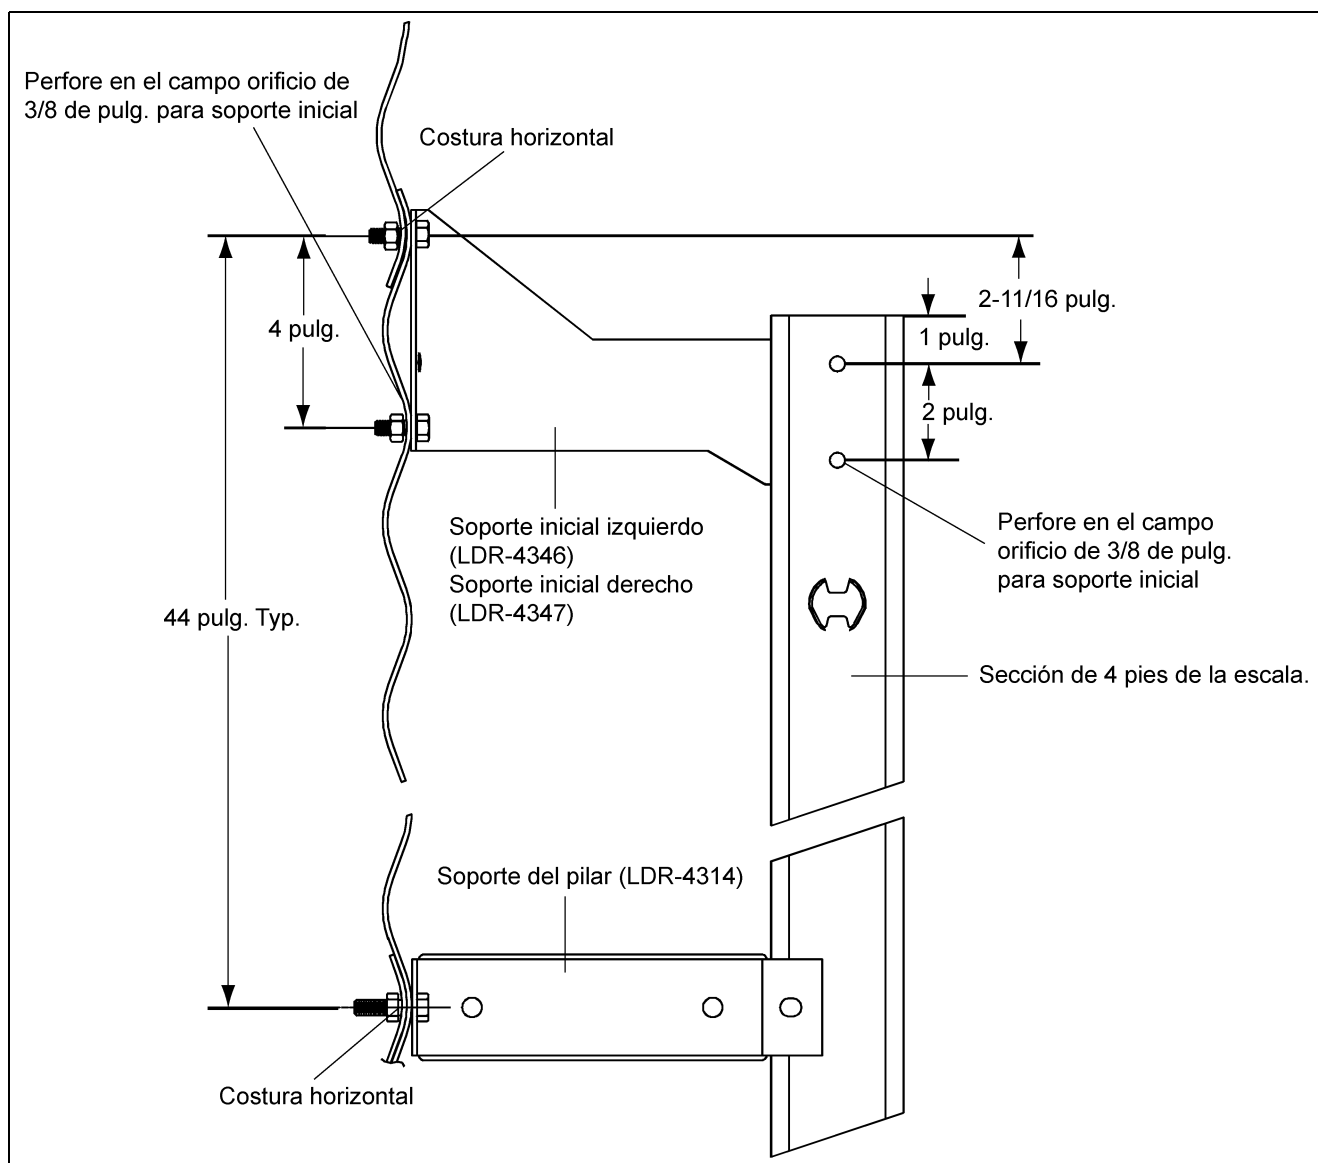

Figura 8T
Una vez que los dos (2) orificios de 3/8 pulg. se hayan perforado en el campo, una los soportes iniciales a la pared lateral como se muestra en la Figura 8T. Verifique la sección superior de la escala para cerciorarse de que los hoyuelos del peldaño de la escala estén al tope de la superficie y conéctelos a los soportes iniciales usando los orificios ubicados a 1 pulg. de la parte superior de la escala. Vea Información general detallada en la Página 13 para la instalación adecuada de las secciones de la escala adicionales que se requieren. Ahora, los soportes del pilar se deben instalar en las secciones de la escala y se deben unir a la pared lateral en cada junta horizontal (horizontal seam) y se deben repetir cada 44 pulgadas. Utilice pernos para silo de 5/16 pulg. x 1 pulg. para todas las conexiones. Es necesario, también, perforar en el campo un orificio de 3/8 de pulg. en la sección de la escala para cada soporte inicial (derecho e izquierdo).